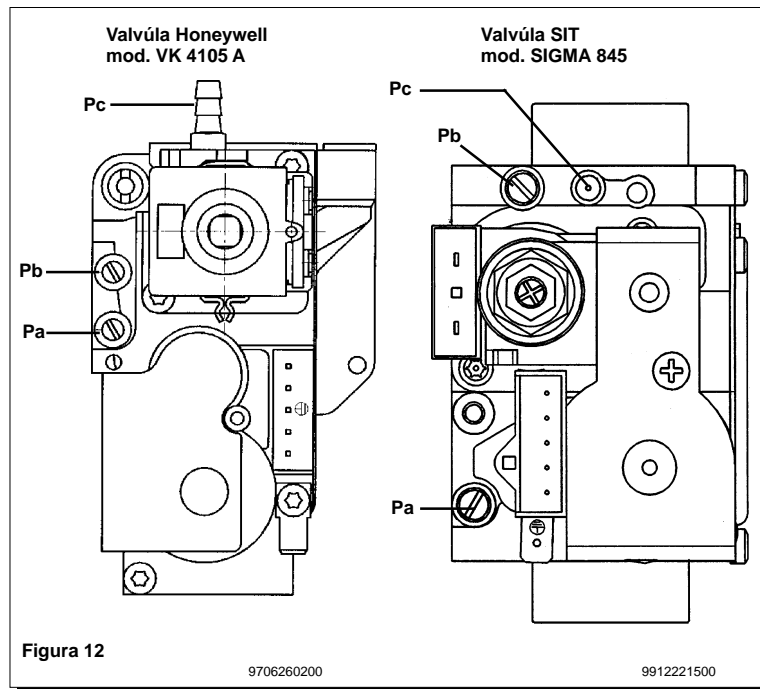

Figura 12
Le modalità di taratura del regolatore di pressione sono leggermente differenti a seconda del tipo di valvola del gas utilizzata (HONEYWELL o SIT vedi figura 12).
- collegare la presa di pressione positiva di un manometro differenziale, possibilmente ad acqua, alla presa di pressione (Pb) della valvola del gas (figura 12). Collegare, solo per i modelli a camera stagna, la presa negativa dello stesso manometro ad un apposito "T" che permetta di collegare insieme la presa di compensazione della caldaia, la presa di compensazione della valvola del gas (Pc) ed il manometro stesso. (Una pari misura può essere effettuata collegando il manometro alla presa di pressione (Pb) e senza il pannello frontale della camera stagna);
Las modalidades de calibrado del regulador de presión difieren ligeramente según el tipo de válvula del gas utilizada (HONEYWELL o Sit, véase figura 12).
- conectar la toma de presión positiva de un manómetro diferencial, posiblemente de agua, a la toma de presión (Pb) de la válvula del gas (figura 12). Conectar, sólo para los modelos a cámara estanca, la toma negativa del mismo manómetro a un especial "T" que consienta conectar entre ellos la toma de compensación de la caldera, la toma de compensación de la válvula del gas (Pc) y el manómetro mismo. (Se puede efectuar una medición equivalente conectando el manómetro a la toma de presión (Pb) y sin el panel frontal de la cámara estanca); Una medición de la presión en los quemadores efectuada con métodos diferentes a los descritos podría resultar incorrecta, dado que no tomaría en cuenta la depresión creada por el ventilador en la cámara estanca.
- aprire il rubinetto gas e ruotare la manopola (1) predisponendo la caldaia in posizione Inverno (❄️);
- verificare che la pressione dinamica di alimentazione della caldaia, misurata alla presa di pressione (Pa) della valvola del gas (figura 12) sia quella corretta (30 mbar per il gas butano, 37 mbar per il gas propano o 20 mbar per il gas naturale);
- abrir el grifo gas y hacer girar el botón (1) predisponiendo la caldera en posición Invierno (❄️);
- controlar que la presión dinámica de alimentación de la caldera, medida en la toma de presión (Pa) de la válvula del gas (figura 12), sea correcta (28 mbar para el gas butano, 37 mbar para el gas propano o 20 mbar para el gas natural);